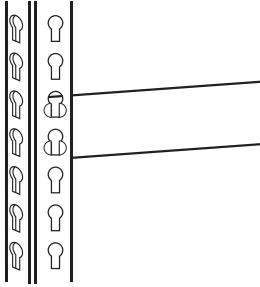

Рис. 2 Сборка стойки и стяжки
2. Возьмите стойку и металлическую стяжку, длина которой будет соответствовать длине стеллажа и установите ее на стойке на необходимой высоте с внутренней стороны стойки, вставив «усы» стяжки в круглые отверстия стойки, а затем, приложив усилие, опустить ее вниз до упора (Рис.2).